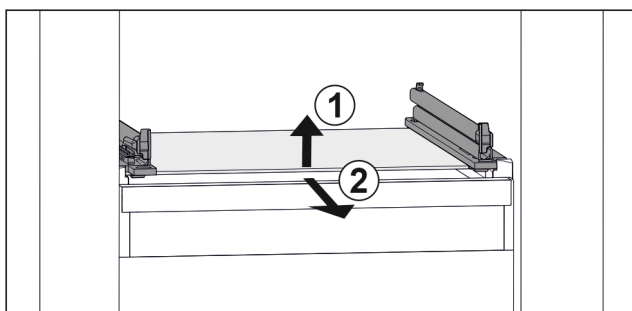

Fig. 62 Exemple de représentation de la tablette en verre
- Soulever la tablette en verre par l'avant. Fig. 62 (1)
- Retirer la tablette en verre par l'avant. Fig. 62 (2)